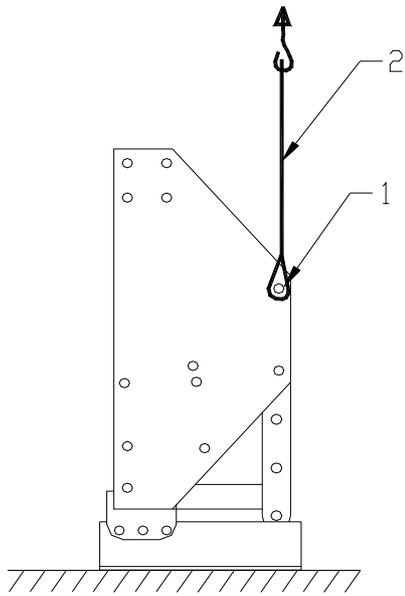

Fig. 1.
La macchina viene consegnata su un pallet. Per installarla dietro a un trattore seguire le istruzioni riportate qui di seguito (fare riferimento alle fig. 1, 2, 3, 4, 5 e 6).
2. Attaccare saldamente un'imbracatura (2) di circa 2,5 metri, con anelli di accoppiamento a D ai fori (1) su ciascun lato della macchina, come mostrato nella fig. 1.